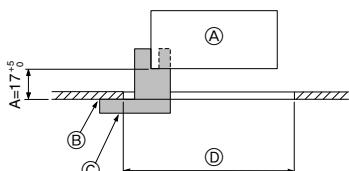

Fig. 5-2
5.2. Προετοιμασία στις γρίλιες για την τοποθέτησή τους (Fig. 5-2)
- Χρησιμοποιώντας το μετρητή ③ που παρέχεται μαζί με τη μονάδα, ρυθμίστε και ελέγχετε τη θέση της μονάδας σε σχέση με το ταβάνι. Εάν δεν έχει τοποθετηθεί σωστά, είναι πιθανό να προκληθεί διαφυγή αέρα ή συγκέντρωση υδρατμών.
- Γ Μετρητής ③ (εισέρχεται μέσα στη μονάδα)